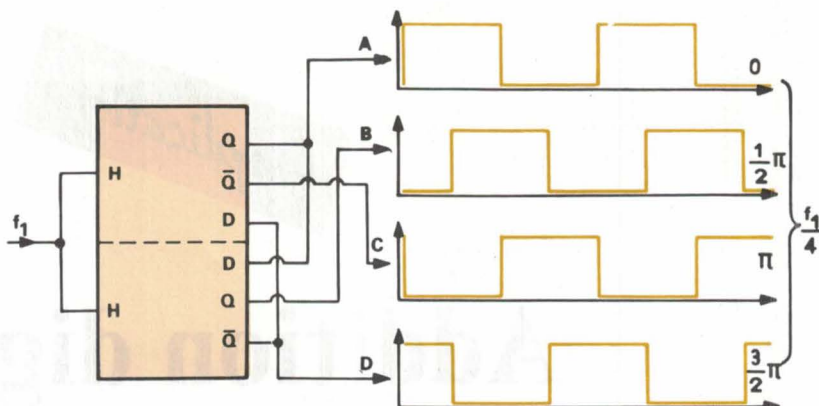

Fig. 1. — Cette double bascule D délivre quatre rectangulaires en quatre positions différentes de phase, leur fréquence étant égale à $f_1/4$.
La figure 1 montre qu'on peut obtenir cela, d'une façon particulièrement simple et néanmoins synchrone, par une double bascule D. Les quatre sorties de ce circuit délivrent des signaux dont la fréquence est égale au quart de f_1 et qui sont décalés en phase de $\pi/2$, les uns par rapport aux autres.
passé, on supposera d'abord que le contacteur tourne dans le sens des aiguilles d'une montre. Dans la figure 3, on a repris les quatre trains de rectangulaires de la figure 1, dans l'ordre, et désignés par A, B, C, D. Supposant $f_2 = f_1/4$, le curseur va rester pendant les premières périodes de f_1 sur A, puis aller sur B pendant les quatre périodes suivantes, etc. La résultante (R) est donnée sur la der-